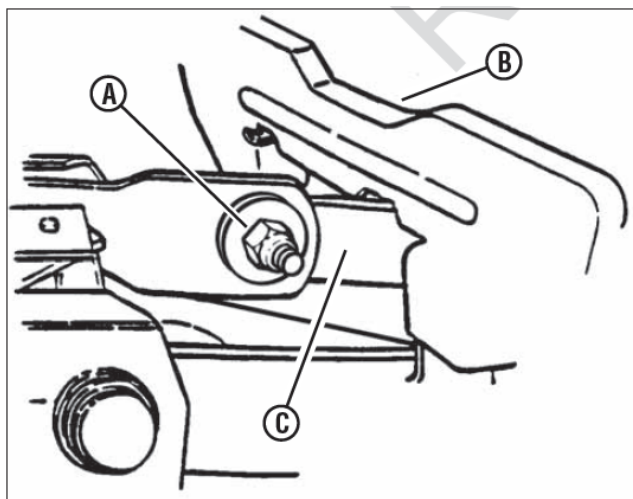

Рис. 34. Выравнивание режущей деки (боковое)
6. Ослабьте крепеж (А, рис. 34), удерживающий левую сторону педали привода ножа (В).